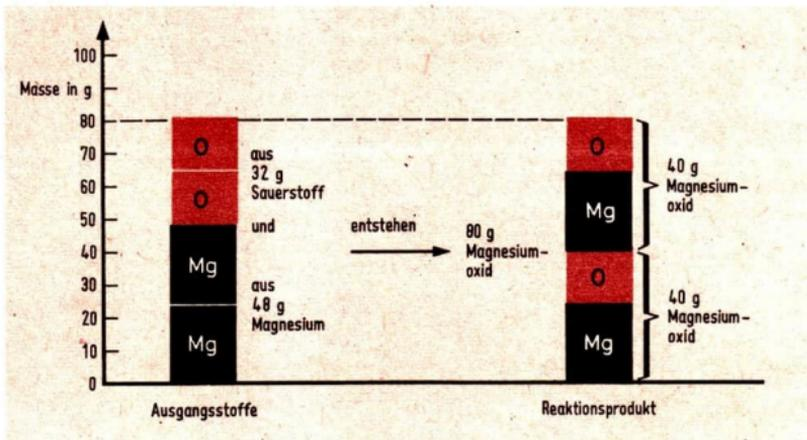

Abb. 44 Massenverhältnisse bei chemischen Reaktionen, veranschaulicht am Beispiel der Oxidation von Magnesium
Bei chemischen Reaktionen ist die Masse der entstehenden Reaktionsprodukte ebenso groß wie die Masse der Ausgangsstoffe, die sich umsetzt (Abb. 44). Wenn die Ausgangsstoffe genau in dem Massenverhältnis vorliegen, in dem sie miteinander vollständig
- ① Stelle die Gleichungen für die folgenden Reaktionen auf und gib alle Bedeutungen an: a) Verbrennung von Schwefel zu Schwefeldioxid; b) Oxydation von Zink; c) Bildung von Blei(II)-oxid; d) Oxydation von Kupfer zu Kupfer(I)-oxid!
- ② Formuliere die Gleichungen für die Oxydation von Magnesium und von Kohlenstoff! Belege in jedem Falle, daß die gesamte Masse der Ausgangsstoffe genauso groß ist wie die gesamte Masse der Reaktionsprodukte! Nenne die Massen der Stoffe, die miteinander reagieren!
- ③ Betrachte Abbildung 44! Erläutere daran konkret folgende Aussagen:
- ④ Versuche zu begründen, warum man von stöchiometrischen Wertigkeiten spricht!
- ⑤ Es werden a) 4 g Schwefel zu Schwefeldioxid verbrannt; b) 15,5 g Phosphor zu Phosphorpentoxid verbrannt; c) 40 g Kupfer zu Kupfer(II)-oxid umgesetzt; d) 2 g Eisen zu Eisen(III)-oxid oxydiert. Berechne die Massen der entstehenden Oxide! Wieviel Gramm Sauerstoff werden verbraucht?
- ⑥ Errechne die in der Tabelle fehlenden Werte!